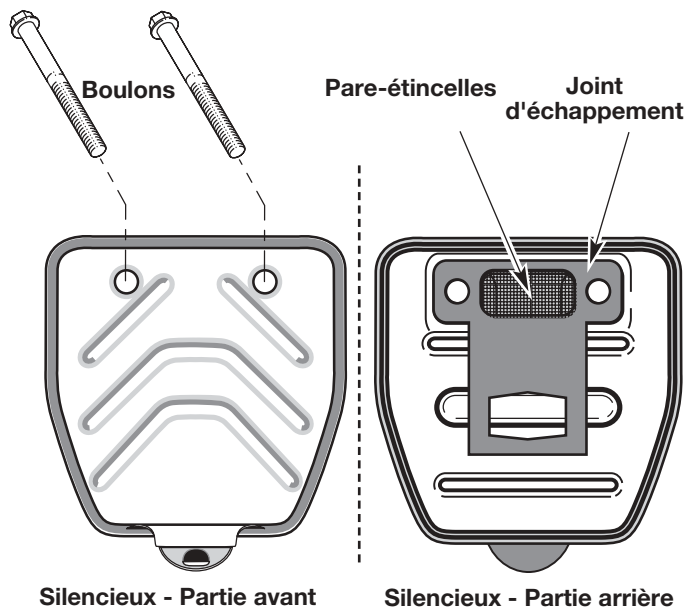

Fig. 26
2. Repérez le devant du silencieux et les deux (2) boulons qui le retiennent au moteur. (Fig. 26). Retirez les deux (2) boulons à l'aide d'un tournevis à lame plate, d'une douille de 5/16 po ou d'un tourne-écrou. Retirez le silencieux du moteur.
3. Retournez le silencieux vers l'arrière et repérez le joint d'échappement. Retirez le joint du silencieux (Fig. 26).
7. Placez le joint d'échappement contre l'arrière du silencieux. Alignez les trous de boulon du joint d'échappement avec les trous de boulon du silencieux. Tout en maintenant le joint d'échappement en place, insérez les boulons sur le devant du silencieux. (Fig. 26).